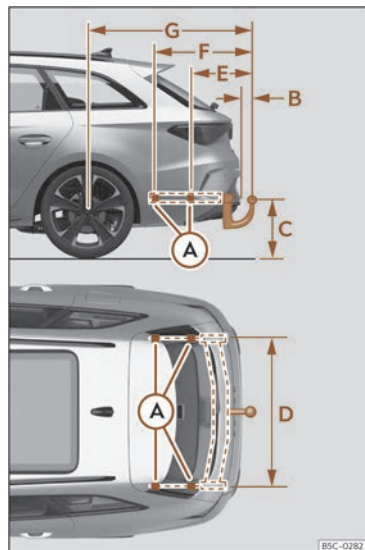

Fig. 208 Cotas y puntos de fijación para el montaje posterior de un dispositivo de remolque.
La cota entre el centro del cabezal esférico y la calzada >>> **fig. 208 (C)** no deberá ser nunca inferior a la indicada. Esto rige también con el vehículo a plena carga, incluyendo la carga vertical máxima técnicamente admisible sobre el acoplamiento.